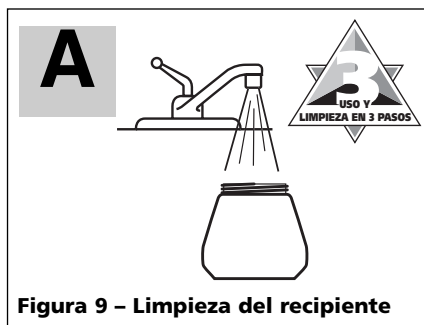

Figura 9 – Limpieza del recipiente
- Utilizando agua o un solvente adecuado, limpie el recipiente de pintura (vea la figura 9)